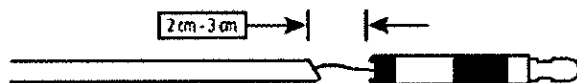

Figura 7
3. Separe suavemente los extremos proximal y distal del empujador abierto. A continuación, bajo radioscopia, tire del tramo proximal del empujador de colocación de implantes aproximadamente 2-3 cm, para confirmar la separación del implante siguiendo las instrucciones de uso (figura 7).